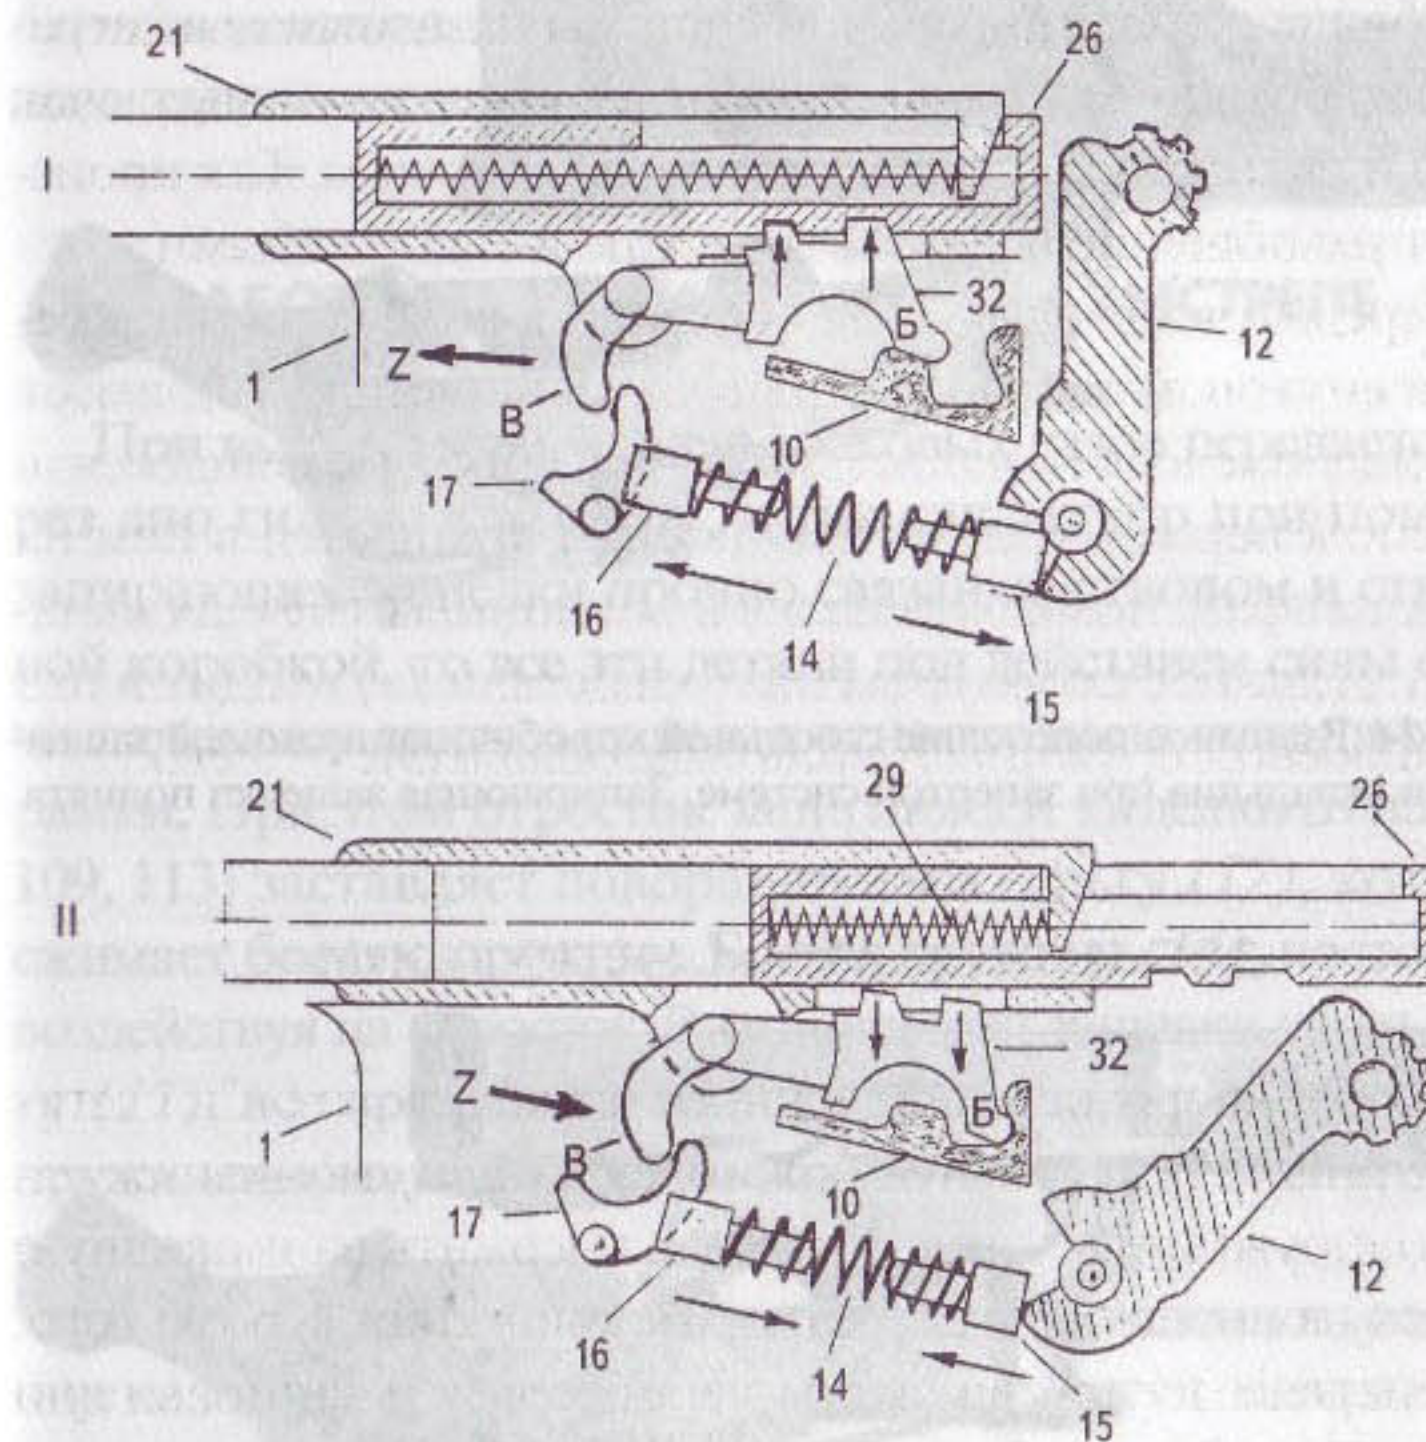
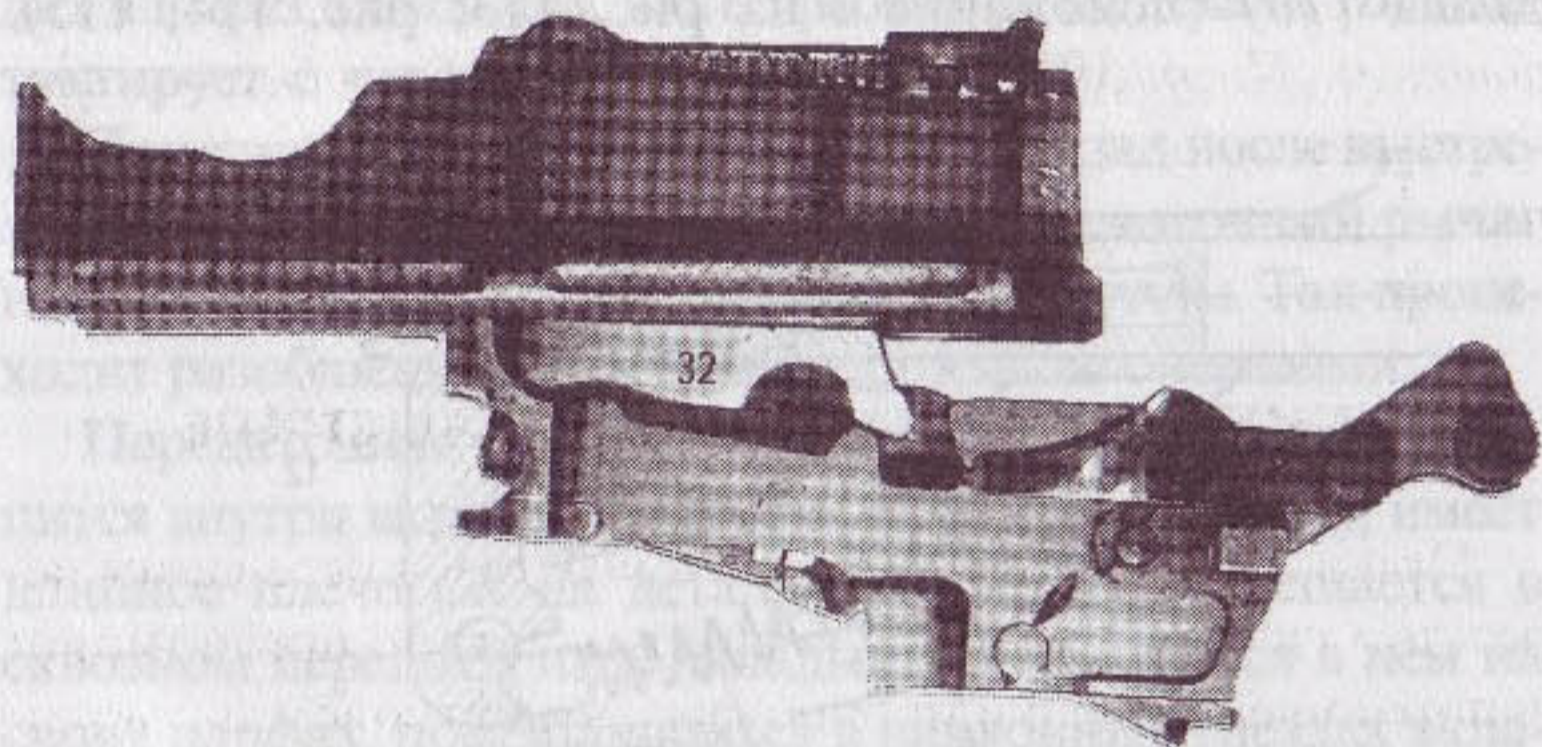
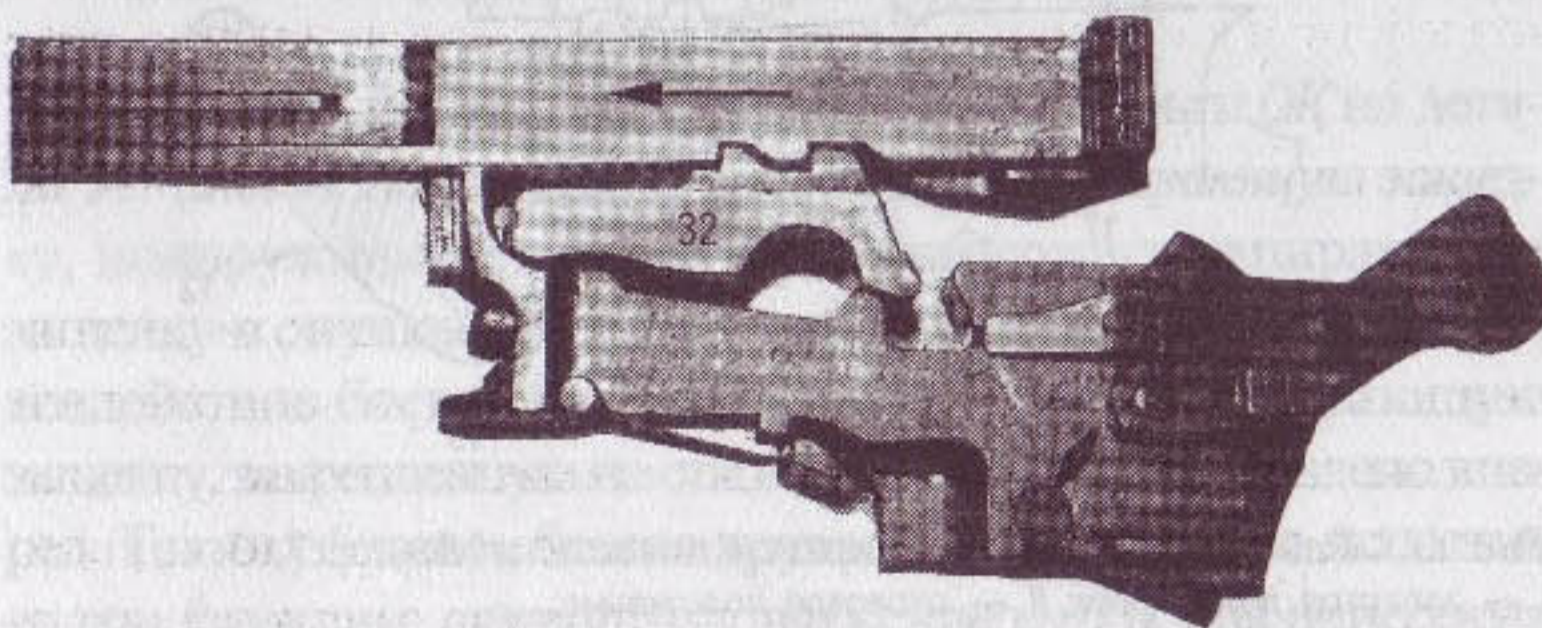

Рис. 113. Работа механизма запирания пистолета Маузер 7,63:
Рис. 114. Взаимное положение ствольной коробки, запирающей защелки 32 и вкладыша при запертой системе. Запирающая защелка поднята
Рис. 115. Взаимное положение затвора, запирающей защелки 32 и вкладыша при запертом затворе
А теперь внимание! Когда патрон находится в патроннике, а затвор в переднем крайнем положении, усилием боевой пружины ствольная коробка подана и прижата вперед. Запирающая защелка поднята вверх опорным выступом, который опирается о соответствующий подъем профильного выступа вкладыша (10) (положение I на рис. 113; рис. 114, 115).
При этом запирающие зубья защелки входят в соответствующие вырезы затвора (см. рис. 115, положение I на рис. 113). Этим осуществляется жесткое сцепление затвора и ствольной коробки. При этом затвор не может отойти назад отдельно от ствола и ствольной коробки, и система оказывается запертой наглухо (см. рис. 113, запертое положение).
последний. Произойдет расцепление ствола и затвора (см. рис. 113, отпертое положение). Отпиранию канала ствола способствует действующая через серьгу боевая пружина, которая «утапливает» запирающую защелку вниз и отводит ее от затвора.